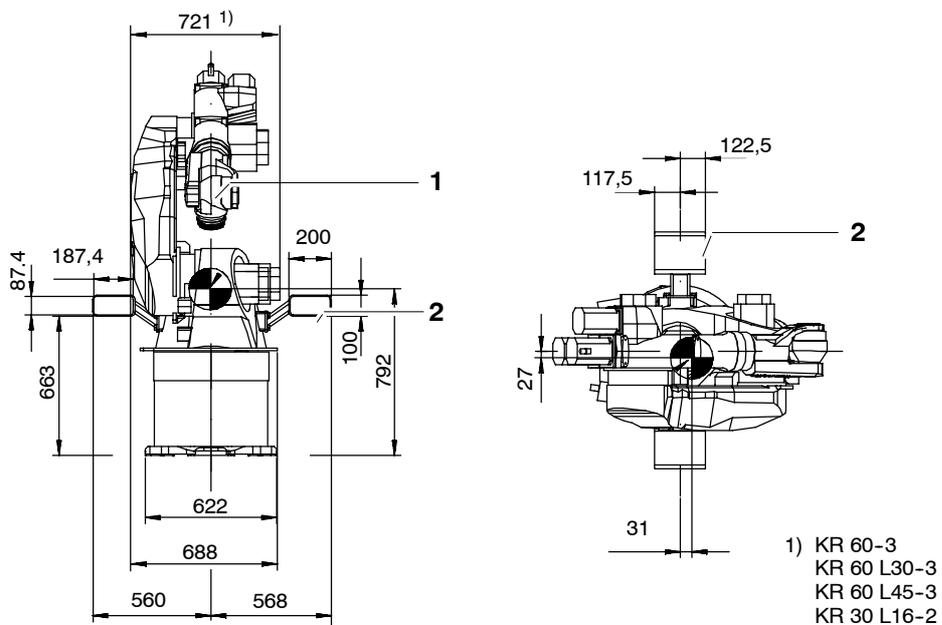

Fig. 41 Poches pour fourches de chariot élévateur
Pour le transport avec le chariot élévateur à fourches, il faudra monter deux poches traversantes démontables (Fig. 41/2) pour les fourches du chariot élévateur sur le bâti de rotation. Le manipulateur (1) peut ainsi être saisi des deux côtés.